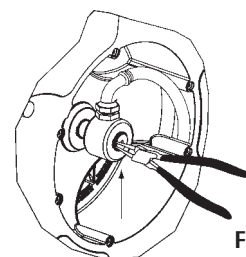

Fig. 17
- Remove the circlip and pull the swivel. Be careful not to damage the swivel O-Ring (Fig. 17).
- Quitar la arandela de seguridad y tirar de la rótula hacia fuera con cuidado de no dañar la junta interior (Fig. 17).